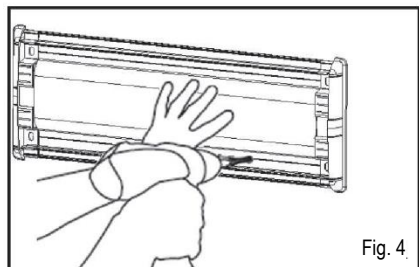

Fig. 4
- Misurare la lunghezza tra ciascun terminale o angolare e quindi tagliare la guida con una sega radiale. Praticare i fori sulla guida lungo le scanalature, iniziando da 20 mm dal bordo e lasciando non più di 750 mm tra un foro e l'altro. Posizionare le guide sulle linee mediane del muro e quindi marcare i punti in cui praticare i fori nel muro. Praticare i fori nel muro, inserire i tasselli e fissare le guide al muro (vedere fig. 4).